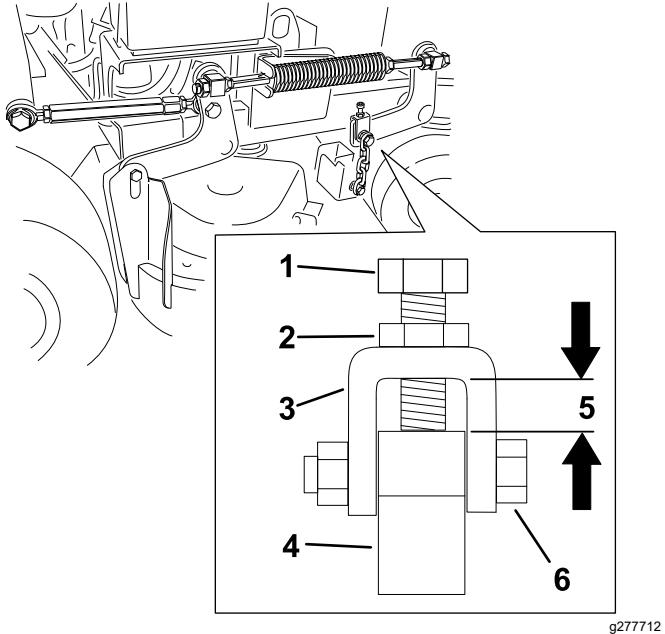

Figura 79
Nota: Questa distanza deve essere di 11 mm, come mostrato in Figura 79.
6. Se occorre regolare, allentate il bullone superiore della catena (Figura 79).
7. Allentate il controdado e regolate il bullone per ottenere la distanza corretta mostrata in Figura 79.